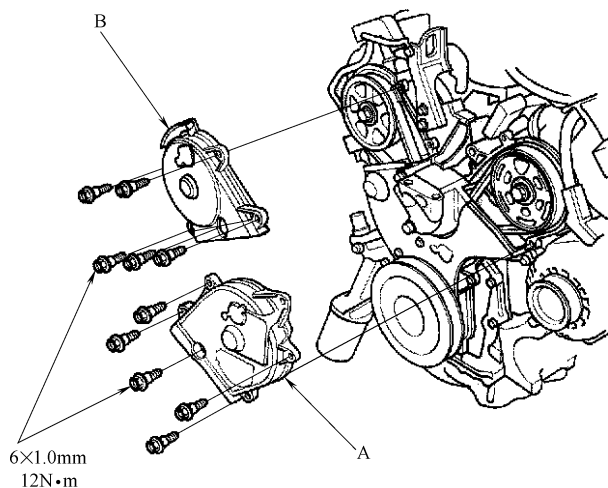

图 23-90 安装前部上盖 A 和后部上盖 B
12) 按照图 23-90 所示, 安装前部上盖 A 和后部上盖 B。